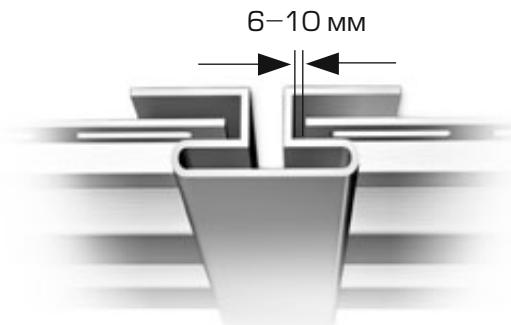

рис. 1
- Оставляйте зазор (летом 6 мм, зимой 10 мм) для возможного расширения при креплении панелей к фаскам и кромкам (рис. 1).